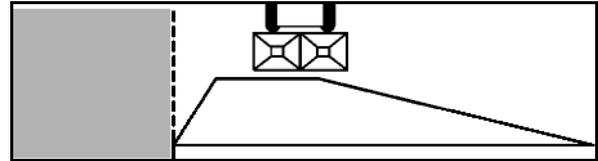

図 61
1. Düngeverordnung (肥料に関する指令) に基づく境界散布 (図 61):